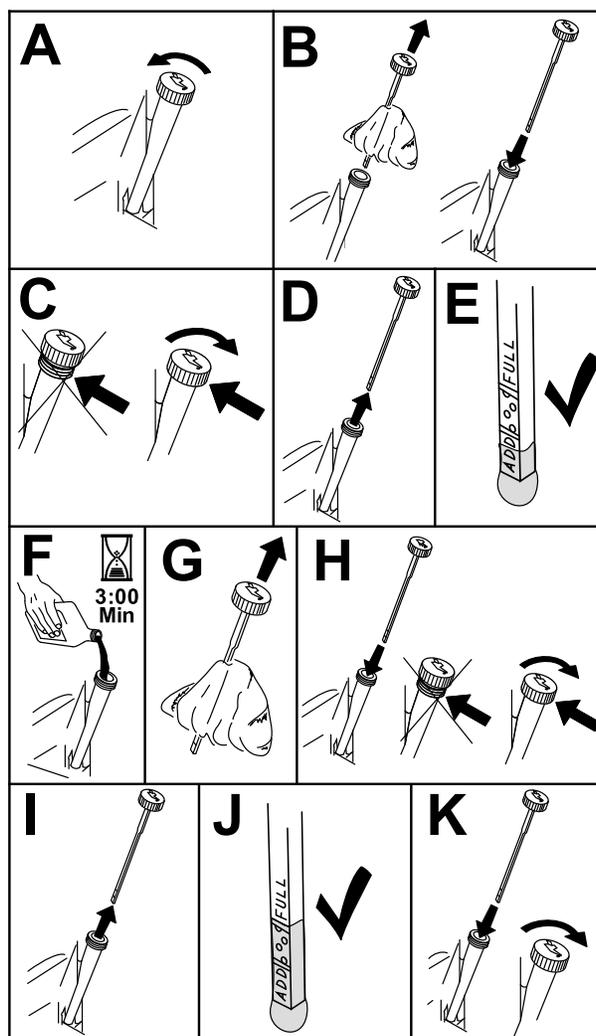

Рисунок 39
3. Чтобы не допустить попадание грязи, скошенной травы и т.п. в двигатель, очистите поверхность вокруг крышки маслозаливной горловины и масломерного щупа, прежде чем снимать их (Рисунок 39).